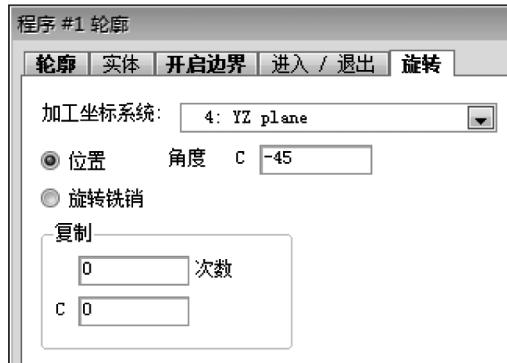

图 2-70 旋转选项卡 1
4) 输入信息到旋转选项卡, 如图 2-70 所示。刀具路径生成在从 C0 旋转 45°的位置。